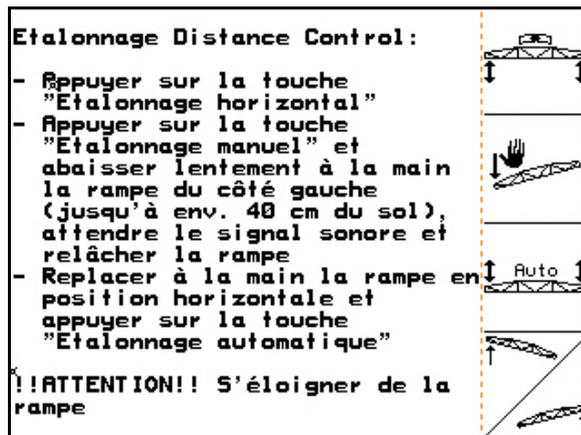

Fig. 31
1. (Fig. 31) Lancez l'étalonnage automatique.